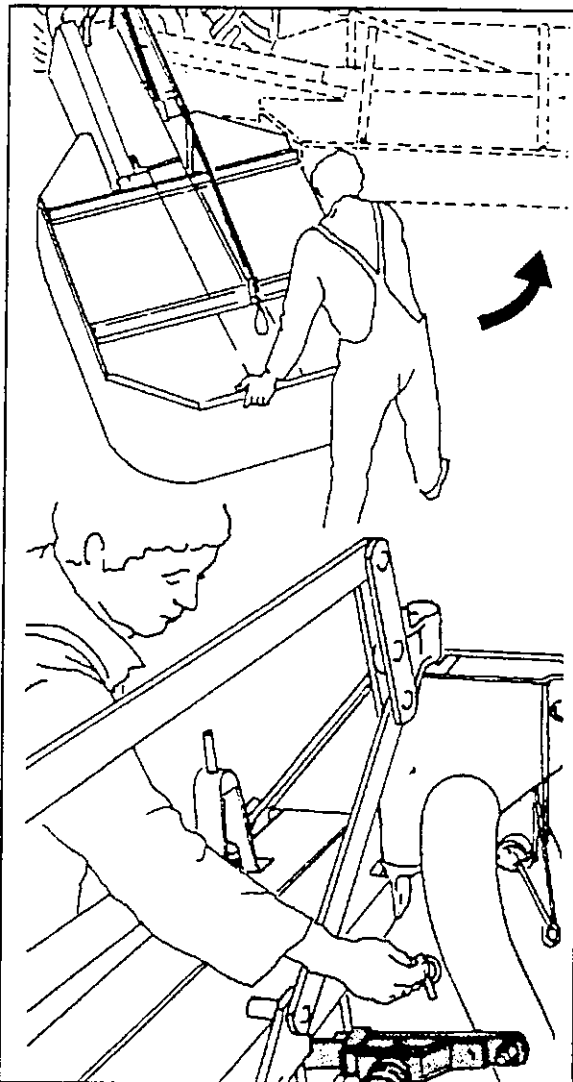

Fig. 4-12
1. Allentare il dispositivo di bloccaggio per il trasporto tirando il cappio, afferrare esternamente le traverse e spostare (Fig. 4-12).
2. Agganciare i puntoni di lavoro che si trovano dietro la mietitrice e fissarli con la spina elastica (Fig. 4-12).